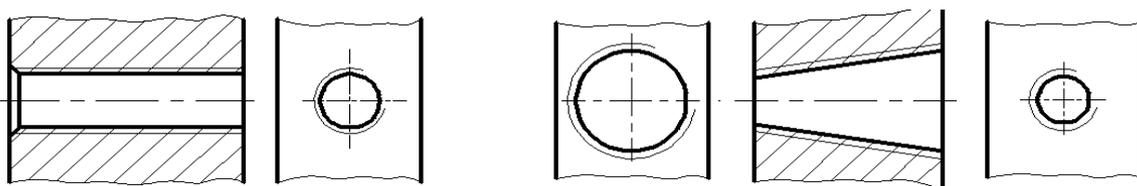

Рис. 4
– в отверстии (рис. 4) – сплошными основными линиями по внутреннему диаметру резьбы и сплошными тонкими линиями – по наружному диаметру на всю длину резьбы без сбега.